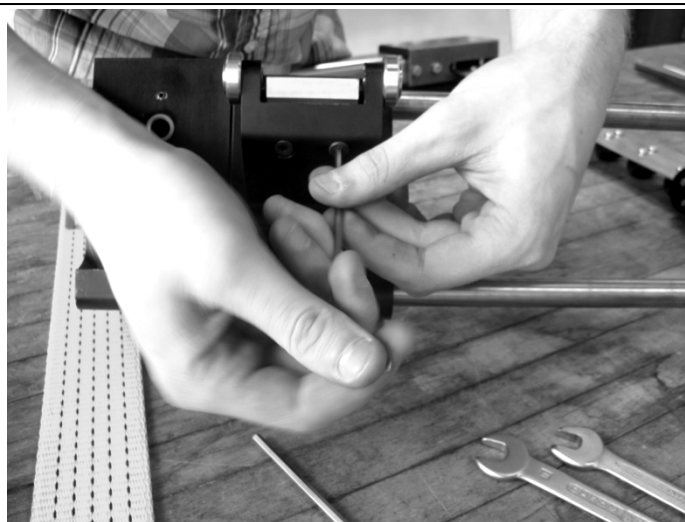

Fig. 21
2. Lossa båda skruvarna på undersidan av skrapningsenheten med hjälp av en 3mm sexkantsnyckel se Fig. 21